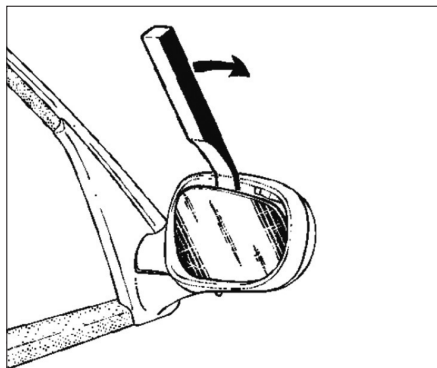

Fig. 46
- [1]. Outil d'extraction de la glace de rétroviseur (Car. 1363) (Fig.46).
• Insérer l'outil d'extraction [1] prendre appui sur le bord de la coquille en plastique du rétroviseur et pousser comme indiqué ci-dessus (Fig.46).